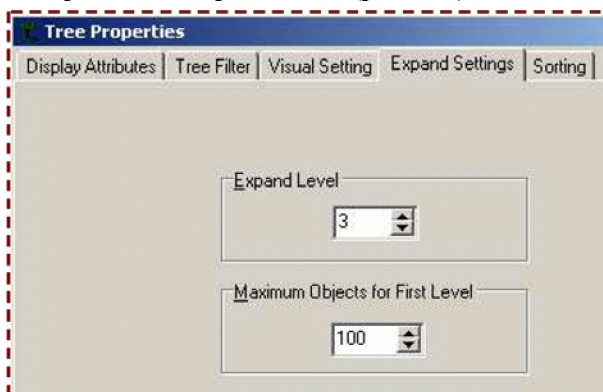

Рис.12. Установка показа уровня детализации
- Установите Expand Level равным 3 (рис. 12).